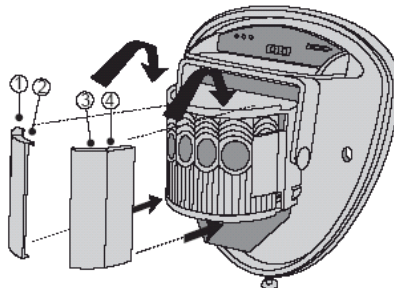

fig. 8
- De detectormodule is uitgerust met twee schuivende luikjes om de waarnemingshoek te verkleinen. Een extra set schermpjes is bijgeleverd voor het geval dat het stralingspatroon nog verder moet worden vernauwd bijv. indien de minimale waarnemingshoek van 10 graden is vereist. De schermen worden aangebracht op de draai- en neigmodule zoals in fig. 8 hieronder is weergegeven. Elke sectie van de lens van de detector geeft een dekingspatroon van ongeveer 10 graden.
Zie fig. 8.